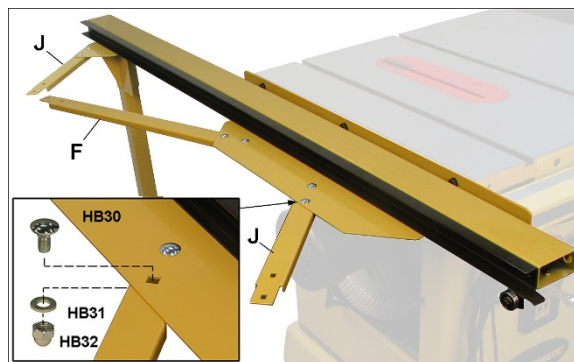

Рисунок 7-7
- Установите две короткие соединительные штанги (J) и одну длинную (F) с помощью болтов, шайб и колпачковых гаек. См. рисунок 7-7. Затяните болты только руками.